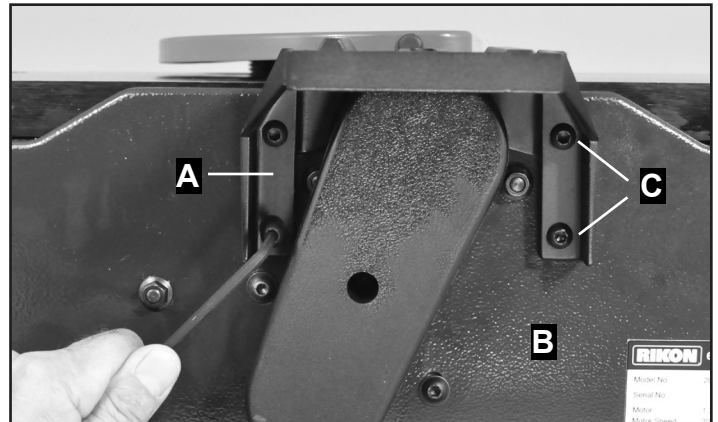

FIG. 1
1. Montar el soporte de valla (A) en la base de la canteadora (B). Utilice los cuatro tornillos de cabeza del botón de enchufe (C) para bloquear el soporte en su lugar. FIG. 1.